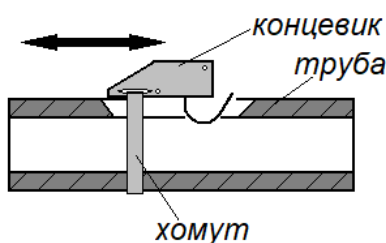

Рис.8
- Для регулировки концевика необходимо ослабить хомут и переместить концевик в нужном направлении, для более раннего или позднего срабатывания, смотри Рис.8.